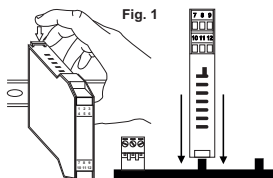

Fig. 1
- 2) Insérer le connecteur arrière IDC10 du module sur une fente libre de l'accessoire pour le rail DIN comme illustré sur la Fig.1. (l'introduction est univoque parce que les connecteurs sont polarisés).
- 3) Pour fixer le module a le rail DIN serrer les deux crochets situés de chaque côté du connecteur arrière IDC10 comme illustré sur la Fig.1.